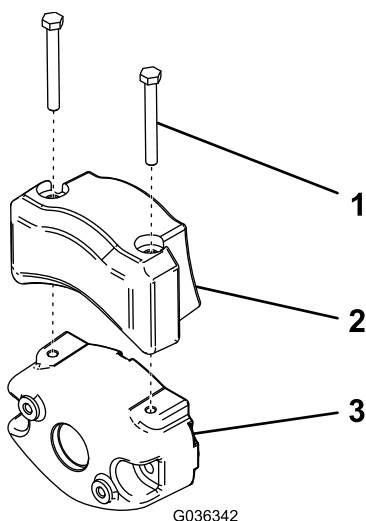

Figura 59
2. Sujete el contrapeso eléctrico al contrapeso existente con 2 tornillos, según se muestra en Figura 59.